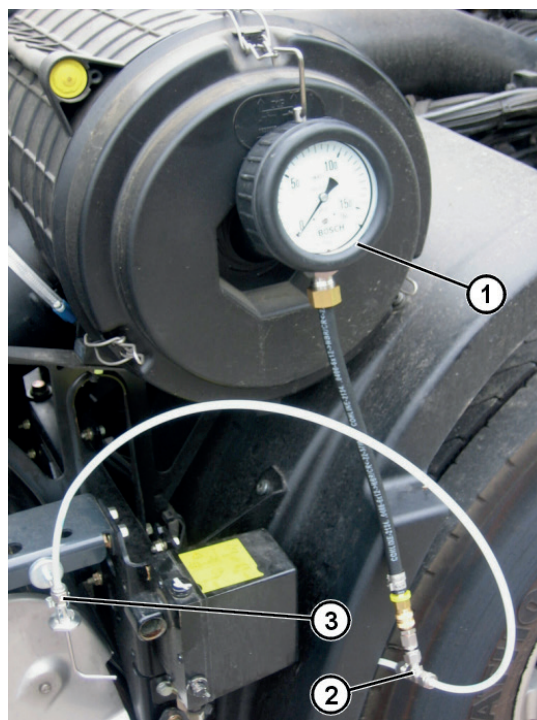

Fig. 5: Vérification du circuit d'air avec un manomètre
3. Collegare il manometro 0 kPa – 160 kPa (Fig. 5, Pos. 1) al raccordo a T (Fig. 5, Pos. 2) e fissarlo in modo affidabile al veicolo.
4. Collegare la testa nebulizzatrice di prova (Fig. 5, Pos. 3) (strozzatore di misura) mediante la seconda tubazione pressione di prova al raccordo a T e fissarla in un punto idoneo sul veicolo servendosi di un supporto magnetico.